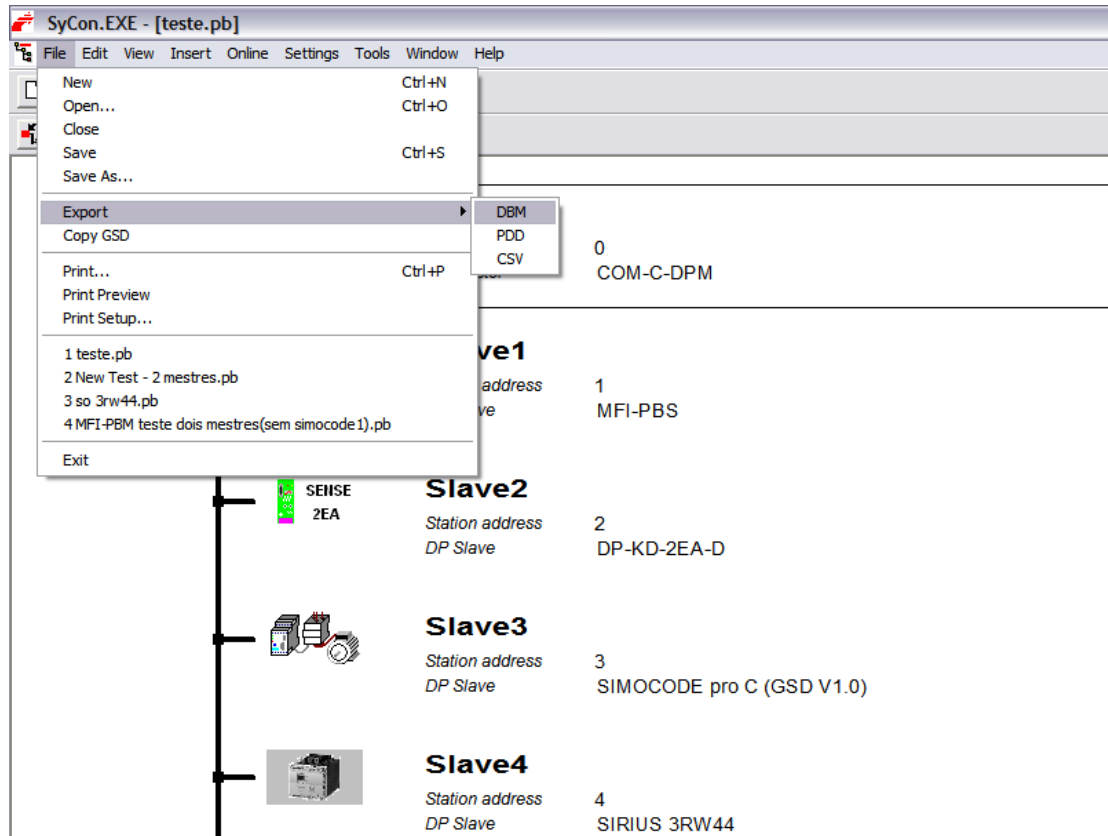

Figura 3.4.2 – Salvando arquivo com extensão .dbm no SyCon
- 2) Clicando no ícone do mestre, será selecionado o mestre cuja configuração deverá ser exportada (podem existir mais de um mestre na configuração). Agora exporte o arquivo, clicando em *File->Export->DBM*. Este arquivo será gerado no mesmo diretório em que o arquivo .pb tinha sido gerado. No caso do exemplo, este arquivo foi gerado no diretório *Desktop* (Figura 3.4.2);